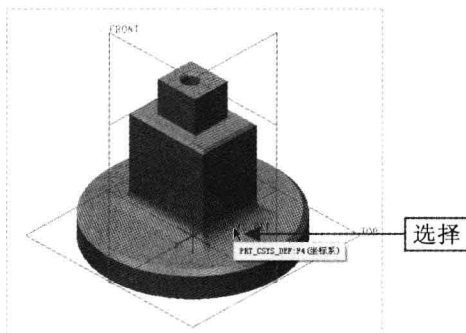

图 4-66 选择坐标系
Step 02 在“功能区”选项板的“模型”选项卡中,单击“基准”面板中的“平面”按钮,弹出“基准平面”对话框,在绘图区选择坐标系,如图 4-66 所示。